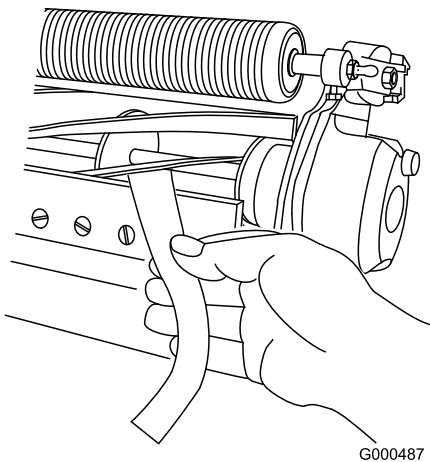

图12
- B. 在滚刀与底刀之间插入一长条剪切性能纸纸要与底刀垂直 图12 然后缓慢向前旋转滚刀此操作应能切断性能纸如果不能请重复步骤 A 和 B 直至切断为止。
11. 在滚刀与底刀之间插入一长条剪切性能纸要与底刀垂直图12然后缓慢向前旋转滚刀此操作应能切断性能纸如果不能将每个底刀架调节螺栓都顺时针旋转 1 格直至切断为止。